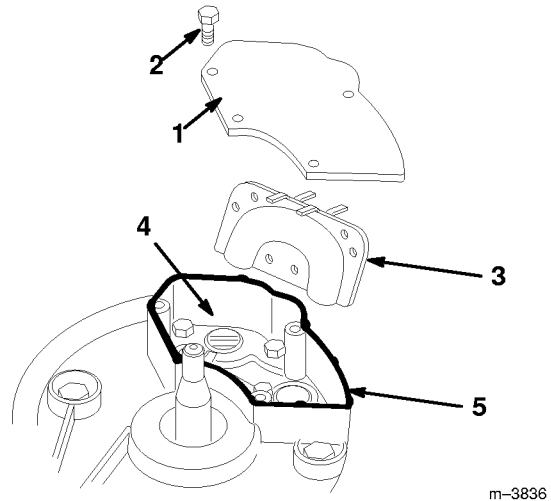

Figure 35
6. Retirer les 4 vis de fixation du couvercle au support du moteur (Fig. 35).
7. Déposer le tube de transfert (Fig. 35).
8. Faire tourner lentement le vilebrequin jusqu'à ce que le piston couvre l'orifice d'échappement (Fig. 35).
12. Poser un cordon de silicone d'étanchéité automobile haute température sur tout le bord du support du moteur, là où s'appuiera le couvercle (Fig. 35).
13. Remonter le tube de transfert et le couvercle (Fig. 35), et serrer les 4 vis à 75 in lbs (8,5 N·m).